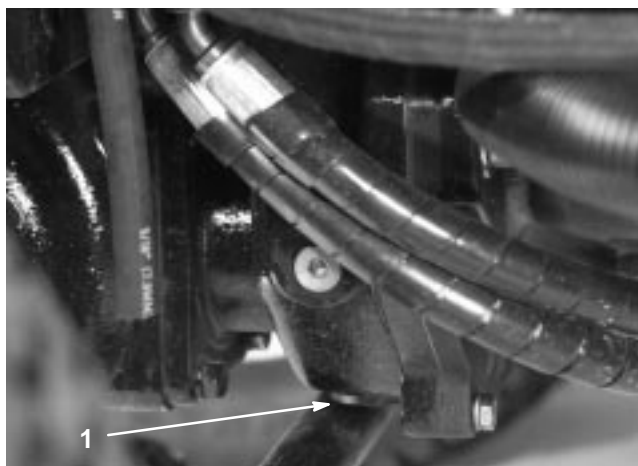

Bild 73
5. Reinigen Sie den Bereich um die Verschlusschraube an der Unterseite des Getriebes (Bild 73).